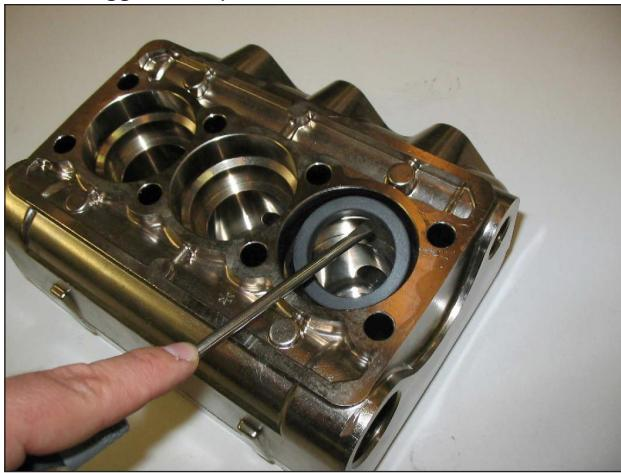

Fig. 21
- C) Estrarre le tenute di alta pressione dalla testata e quelle di bassa pressione dal relativo supporto utilizzando semplici attrezzi come indicato in Fig. 21, facendo attenzione a non danneggiare le rispettive sedi.